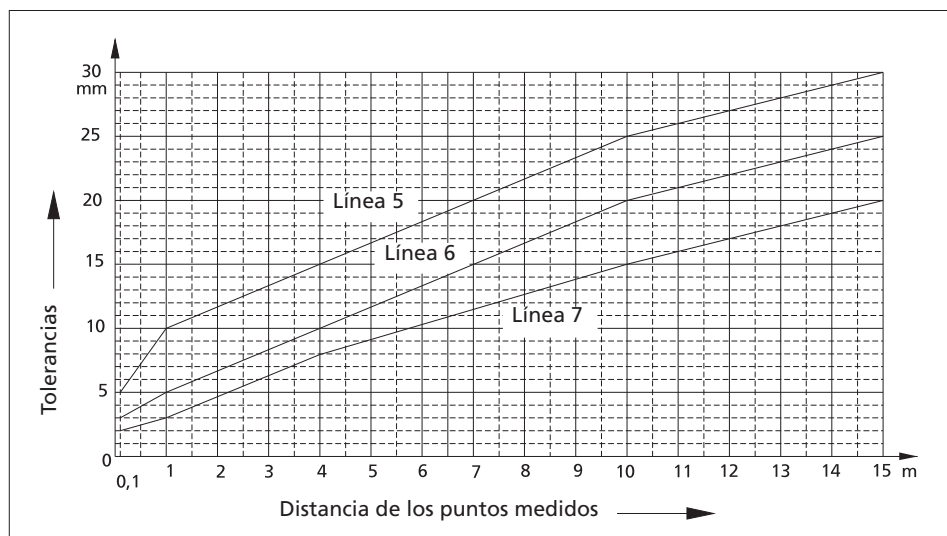

Fig. 11.2
* Los valores intermedios se encuentran en la Fig. 11.2. Redondee los valores encontrados a mm.